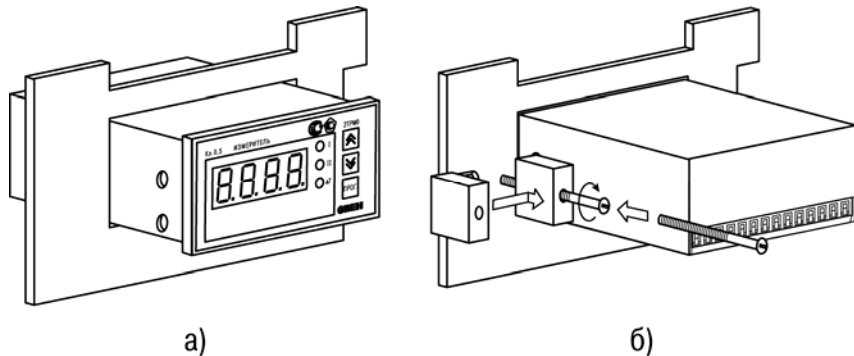

Рисунок 5.2
- 1) Вставить прибор в специально подготовленное отверстие на лицевой панели щита (см. приложение А и рисунок 5.2, а).
- 2) Вставить фиксаторы из комплекта поставки в отверстия на боковых стенках прибора (рисунок 5.2, б).